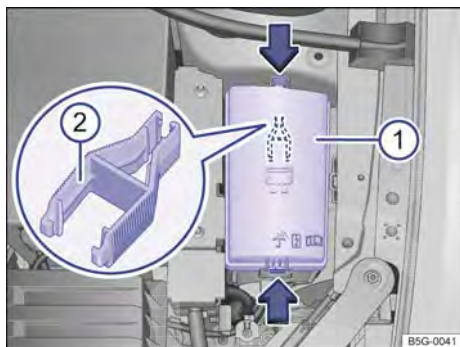

Fig. 281 No compartimento do motor: cobertura ❶ da caixa de fusíveis com alicate de plástico ❷.
- Pressionar os botões de travamento no sentido da seta para destravar a cobertura da caixa de fusíveis → Fig. 281 ❶.
No lado interno da cobertura da caixa de fusíveis no compartimento do motor pode haver uma pinça de plástico → Fig. 281 ❷ para a retirada dos fusíveis.